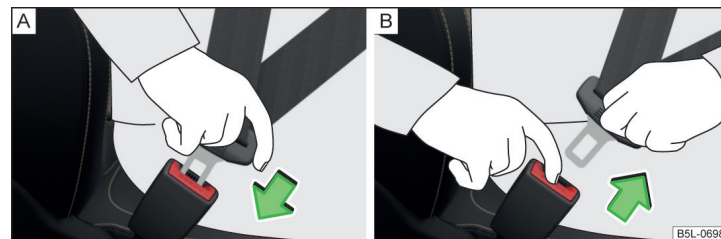

Fig. 18 Bouclage/débouclage des ceintures de sécurité
- › Engagez la languette dans la boucle du siège correspondant » fig. 18 - [A] jusqu'à ce qu'elle s'enclenche de façon audible.
- › Appuyez sur le bouton rouge de la boucle » fig. 18 - [B], la languette est éjectée.